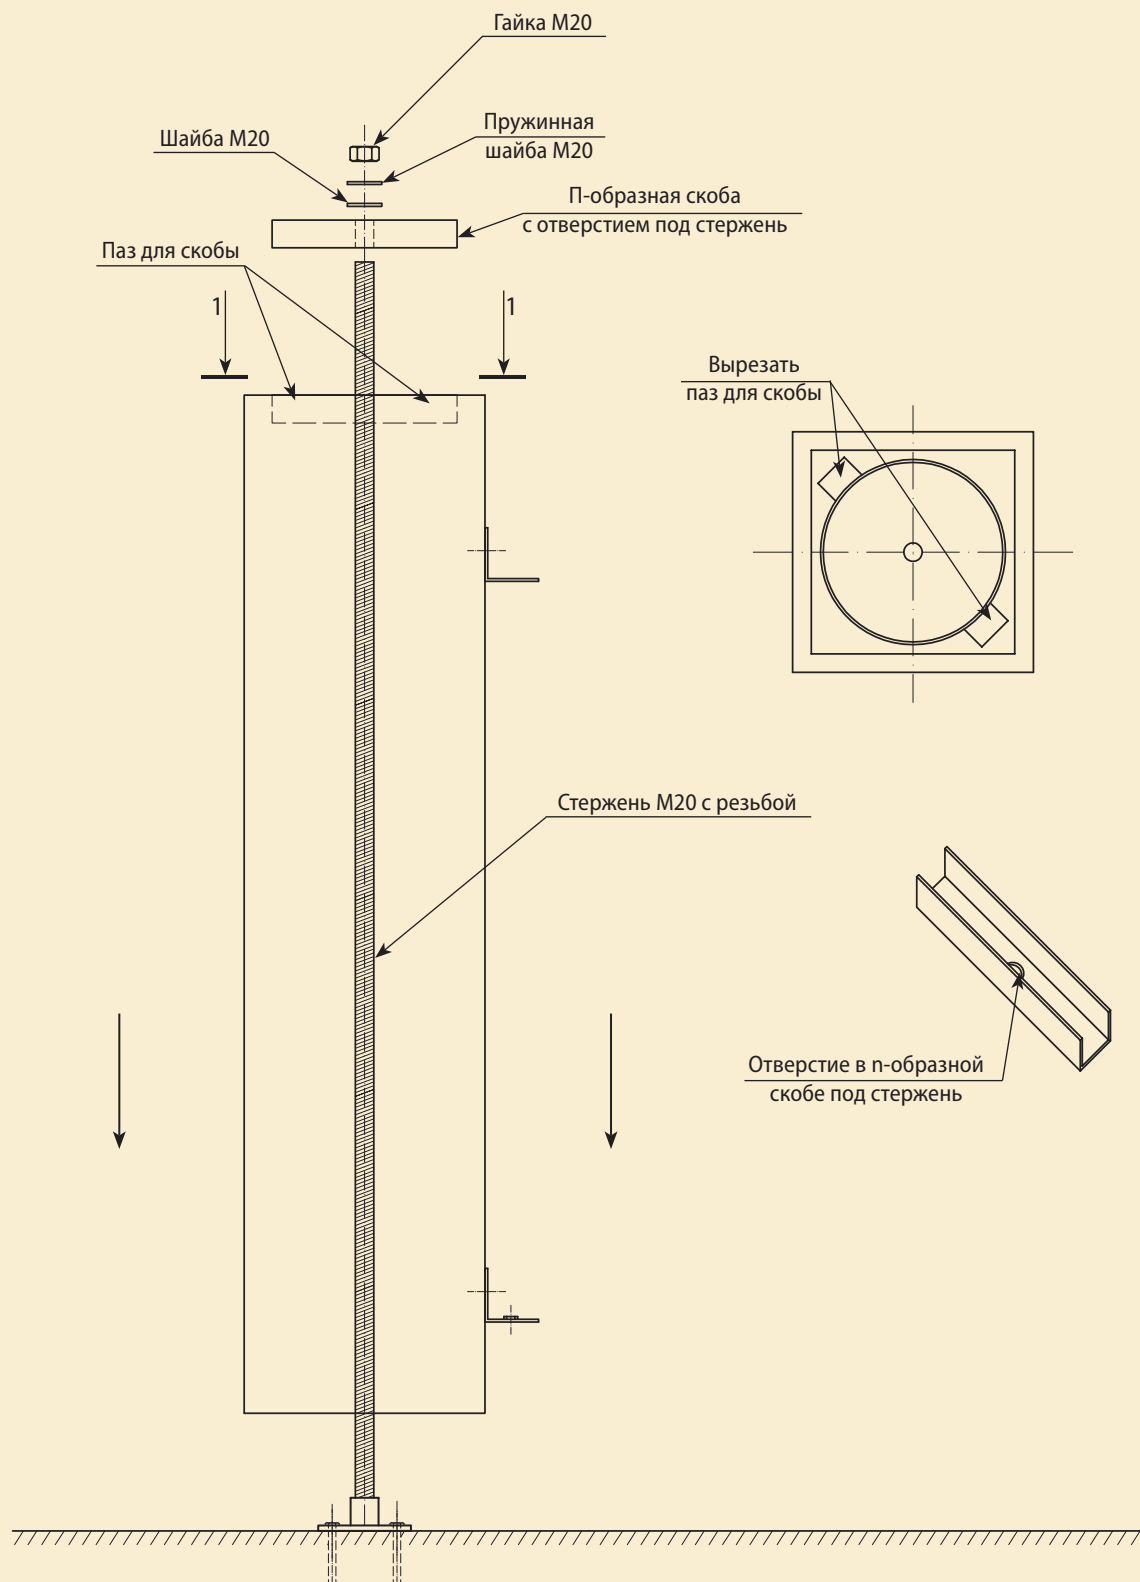

Рис. 1.3
1.2.7. Выполните пазы в тумбе для установки п-образной скобы. Установите стержень с резьбой М20 в гайку М20 расположенную в центре фланца. Установите тумбу на выступающий сверху стержень с резьбой, наденьте П-образную скобу, таким образом, чтобы она вошла в заранее выполненный паз. Зафиксируйте П-образную скобу пружинной шайбой и гайкой М20, затяните гайку М20 усилием руки. Убедитесь, что П-образная скоба находится заподлицо с верхом тумбы. Лишнюю длину стержня отрезать (**рис. 1.3**).